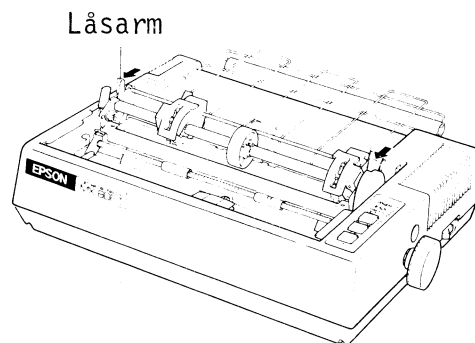

Fig 2.8 Demontering av traktormatningsenheten
- 1) Frigör låsarmarna genom att dra i riktning enligt fig 2.8.